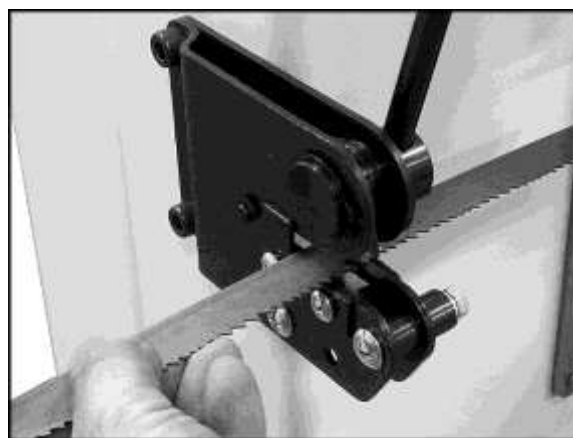

Рис. 10.
2. Уприте полотно в шаблон для резки. См. Рис. 10. Убедитесь, что полотно располагается перпендикулярно ножу, таким образом торец обрезанного полотна будет также перпендикулярен поверхности полотна.